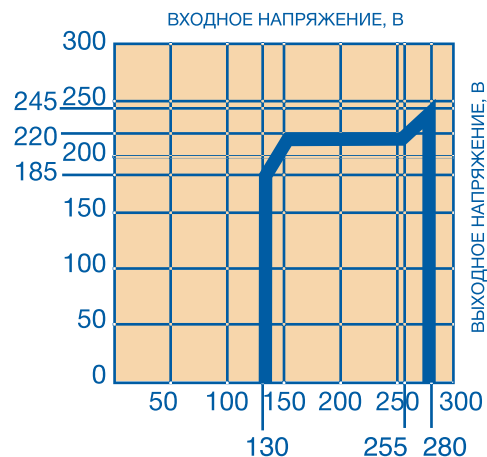

Рис. 1. Зависимость выходного напряжения от входного.
6) Диапазон входного фазного напряжения (см. зависимость на Рис. 1), В
3.2. Диапазон входного напряжения определяется с учетом зависимости выходного напряжения от входного (Рис. 1) в соответствии с требованиями пользователя к величине выходного напряжения.
5.5.1. Перевести выключатель поз. 1 или автоматический выключатель поз. 4 во включенное положение (рис. 1). Индикатор «СЕТЬ» поз. 7 (рис. 1) включается. После автоматической установки нормального выходного напряжения (контролируется вольтметром поз. 10) автоматическое включение напряжения выходной цепи нагрузки произойдет сразу после установки номинальной величины выходного напряжения 220В в течение времени не более 10 секунд.
5.5.2. При появлении на входе стабилизатора аномального повышенного или пониженного напряжения включаются индикаторы $U_{вх.} \geq 250В$ или $U_{вх.} \leq 150В$ соответственно. При значениях входного напряжения $U_{вх.} \geq 280В$ или $U_{вх.} \leq 130В$ происходит автоматическое отключение потребителей, так как выходное напряжение существенно отличается от номинальной величины (см. рис. 1), что может быть опасным для электрических потребителей.